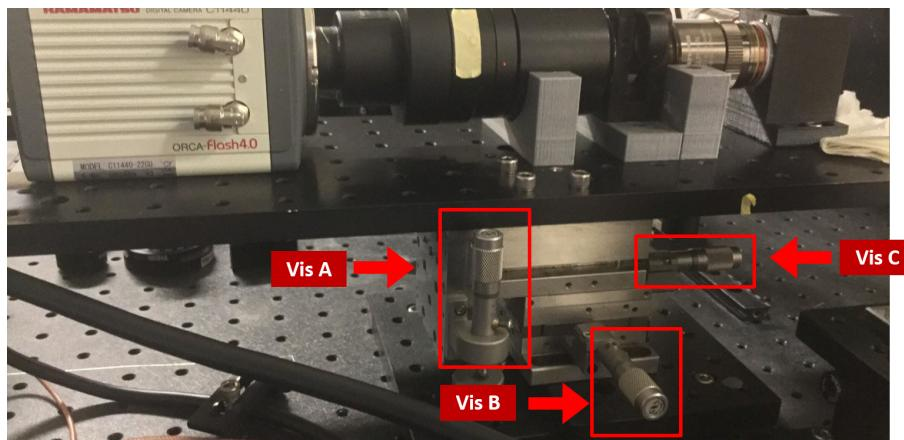

Figure 20 – Vis d'ajustement du plateau de la caméra
11. Ajuster la position verticale de la caméra à l'aide de la *vis A* (voir figure 20).
10. Ajuster la position en profondeur de la caméra à l'aide la *vis C* (voir figure 20).